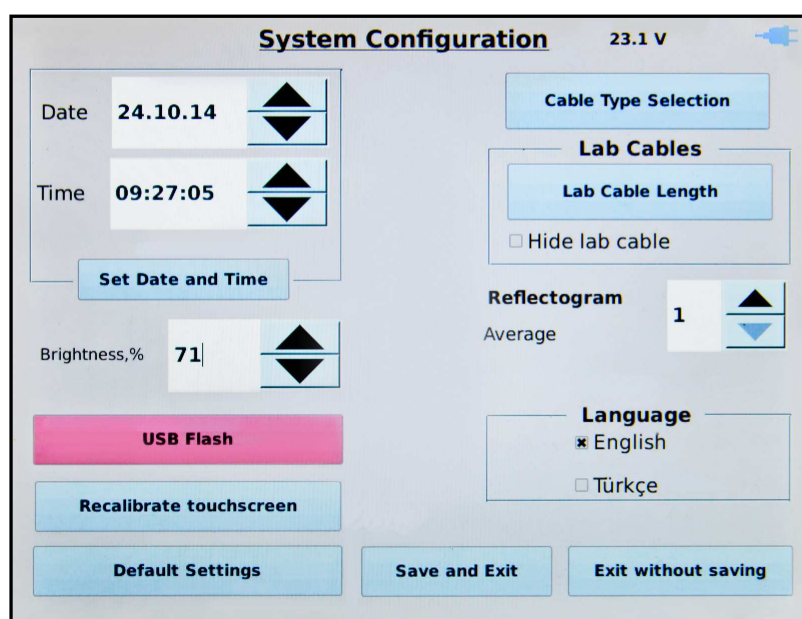
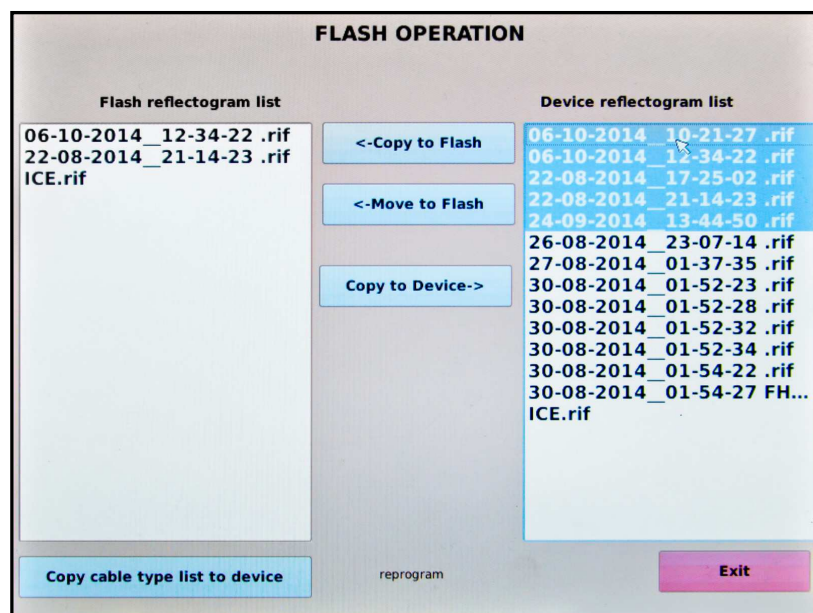

Рисунок 44 – Выбор режима копирования рефлектограмм USB Flash
Рисунок 45 – Меню прибора «FLASH OPERATION»
2.6.1.1 В приборе предусмотрено копирование и удаление сохранённых рефлектограмм. Для этого необходимо при выключенном приборе подключить внешний USB Flash накопитель к разъёму «USB A», затем включить прибор, войти в меню «System Configuration» и нажать кнопку «USB Flash» (см. рисунок 44). При обнаружении прибором USB Flash накопителя, в приборе откроется окно «FLASH OPERATION» (см. рисунок 45)
- копирование рефлектограмм из внешнего USB Flash накопителя в прибор, нажав кнопку «Copy to Device» (см. рисунок 45).